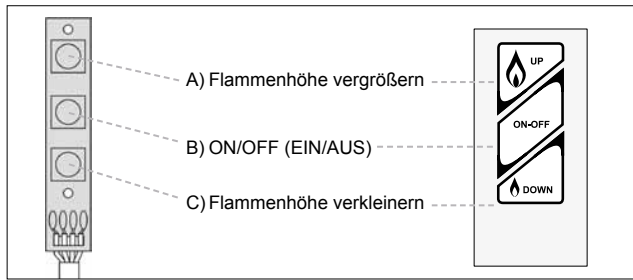

Abb. 20: Schaltpanel und Wandschalter/Touchpad
- Drücken Sie die Taste „B“ (siehe Abb. 20, Seite 5) bis ein kurzer Signalton den Beginn der Zündungssequenz bestätigt. Lassen Sie die Taste wieder los.
- Halten Sie die Taste „C“ (siehe Abb. 20) gedrückt, um das Gerät in den Standby-Modus mit Zündflamme zu setzen.
- Drücken Sie die Taste „B“ (siehe Abb. 20).
### Wandschalter/Touchpad/Schaltpanel (siehe Abb. 20)